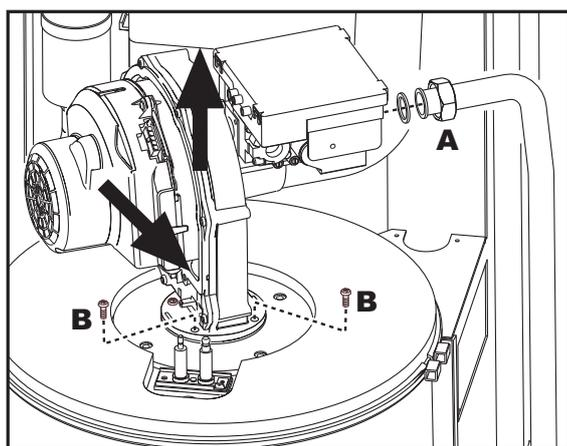
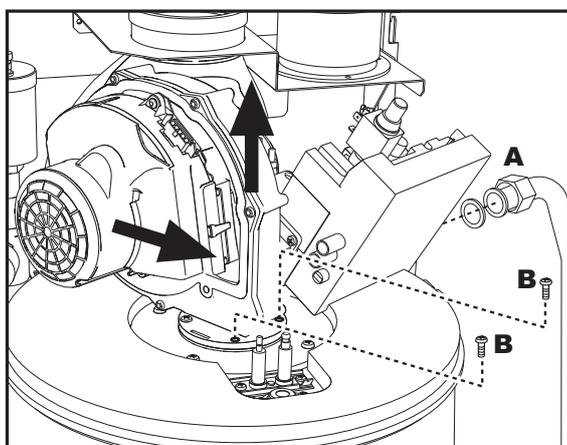

fig. 33 - modello FUTURIA N 60/80
fig. 34 - modello FUTURIA N 125
4. Svitare il giurello "A" di fissaggio della valvola gas (fig. 33 e fig. 34).
5. Svitare le due viti "B" di fissaggio e sfilare il gruppo ventilatore come indicato in fig. 33 per il modello FUTURIA N 60/80 e in fig. 34 per il modello FUTURIA N 125.